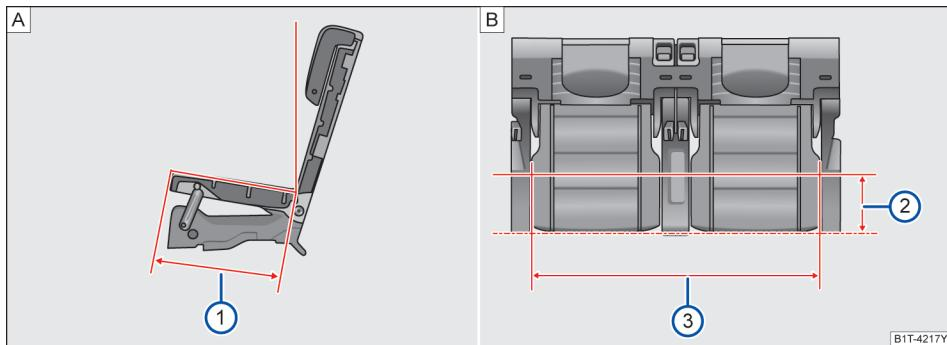

图 95 第三排座椅座宽和坐垫深
=363mm→图 95 [A] ①。
如图→图 95 [B] 在距离第三排座椅边缘 150mm
时→图 95 [B] ②，座垫宽度为 944mm→图 95